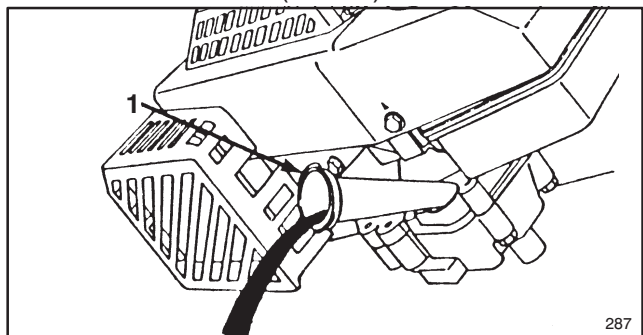

Abbildung 19
7. Mäher auf linke Seite kippen, damit das Öl in die Wanne ablaufen kann (Abb.19).